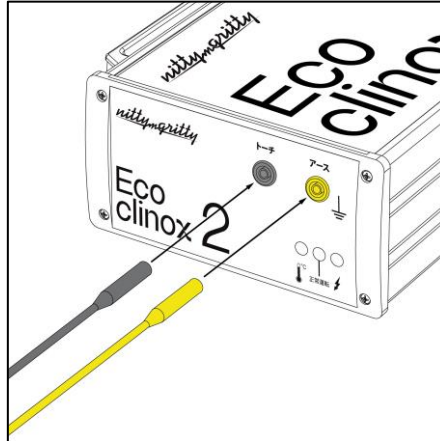

図 8
2. トーチケーブルを機械の全面に 2 つある黒いトーチソケットに接続してください。（図 8）
3. アースケーブル（黄色）を機械の全面にある黄色いアースソケットに接続してください。（図 8）